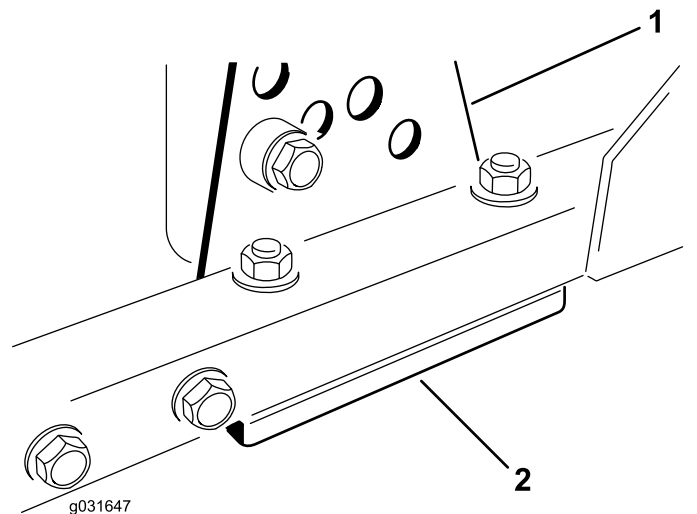

Figure 66
1. Retirez le support de hauteur de coupe (avant, gauche ou droit) du bâti du tablier de coupe (Figure 66).
2. Placez des cales de 1,5 mm (0,06 po) et/ou une cale de 0,7 mm (0,03 po) entre le bâti et le support du tablier pour obtenir la hauteur de coupe voulue (Figure 66).
3. Montez le support de hauteur de coupe sur le bâti du tablier en plaçant les cales restantes sous le support (Figure 66).